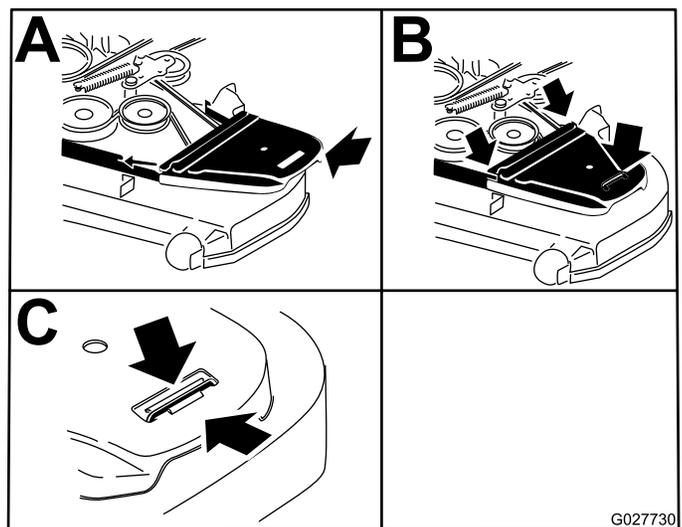

Figure 99
9. Tournez et vérifiez que la patte du guide-courroie vient frapper le moyeu de pivot (Figure 99).
12. Posez les couvercles de courroie (Figure 99).